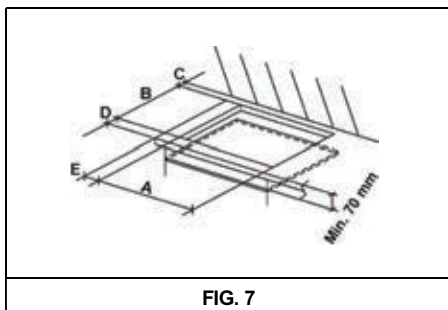

FIG. 7
No tampo do móvel componível, é necessário fazer uma abertura para o encastre com as dimensões indicadas na fig. 7, certificando-se de que sejam respeitadas as dimensões críticas do espaço no qual o aparelho deve ser instalado (ver as figs. 7 e 8).
- Para evitar possíveis contatos acidentais com a superfície da caixa da placa sobreaquecida durante o respectivo funcionamento, é necessário aplicar uma separação de madeira fixada por parafusos a uma distância mínima de 70 mm doampo do móvel (fig. 7).